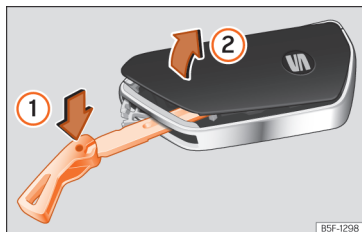

Abb. 70 Fahrzeugschlüssel: Abdeckung des Batteriefachs öffnen.
- Schlüsselbart in den Schlitz » » [Abb. 70] stecken, in Pfeilrichtung ① drücken und Abdeckung abhebeln ②.